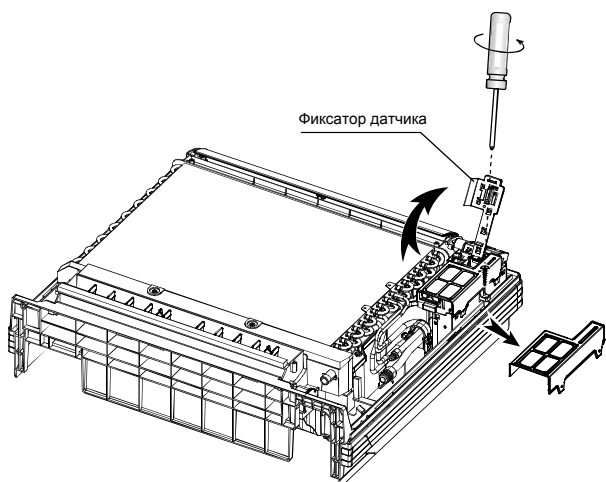

Рис. 8-1
- Сдвинуть крепление датчика и снять крышку электрощитка (см. рис. 8-1).
- Снять электрощиток (выкрутив винт); см. рис. 8-1.